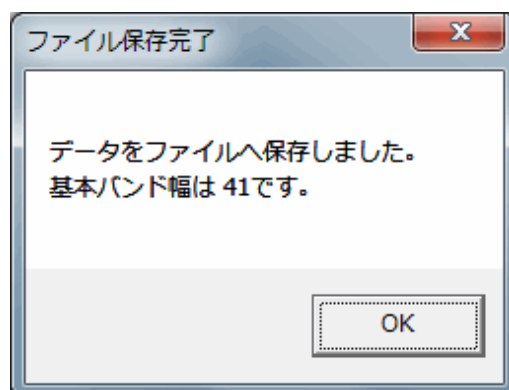

図11-2 解析用へ変換の完了ダイアログ画面
④本画面の「設定」ボタンをクリックすると、コモンダイアログでファイルを保存する画面となり、データファイルを設定するとデータが書き出されます。そして、図11-2の完了ダイアログ画面が表示されます。
◇図11-2で、基本バンド幅とは、1節点当たりの変数の数が1個の場合のバンド幅であり、実際の解析では1節点当たりの変数の数だけの倍数になります。また、節点付番の改良により改善された場合は、改善後のバンド幅も表示されます。